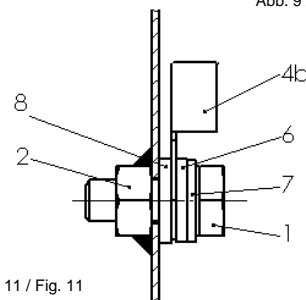

Abb. 11 / Fig. 11
- Das Gehäuse ist an dem zentralen Schutzleiterpunkt der linken U-Schiene, die mit dem Schutzleitersymbol gekennzeichnet ist, gemäß Abb. 11 zu erden. Anschluss des Schutzleiters gemäß Abschnitt 5.3
- Ground the housing at the central protective earth point of the left U-shaped rail that is marked with the protective earth symbol as per Fig. 11. Connect the protective conductor as per Section 5.3